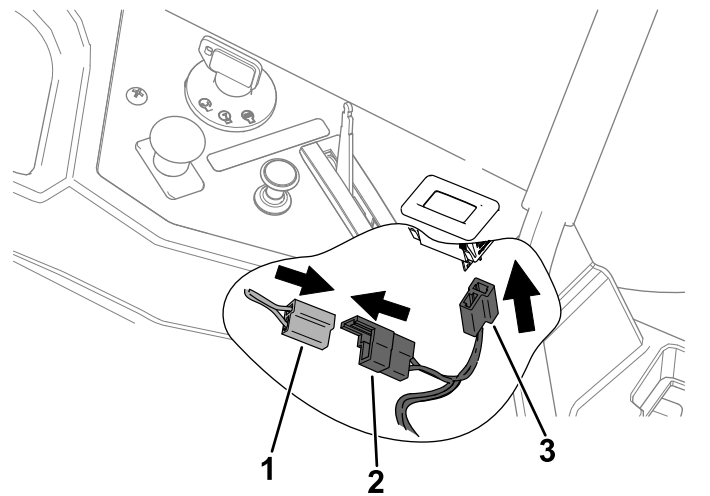

Figure 8
3. Branchez le connecteur de sortie du compteur horaire du faisceau du kit sur le connecteur correspondant du faisceau de la machine (Figure 8).